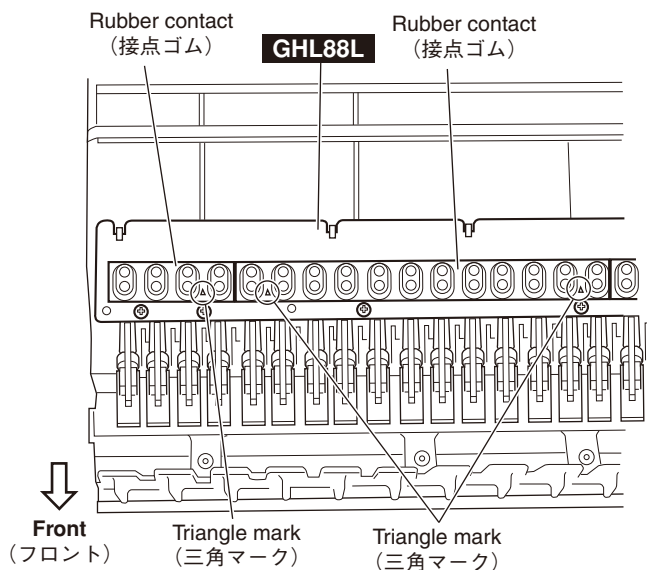

Fig. D-2 (図 D-2)
* *** A triangle mark (△) on the rubber contact must face the front. (Fig. D-2)**
※ 接点ゴムの三角マーク (△) がフロント側になることを確認します。(図 D-2)